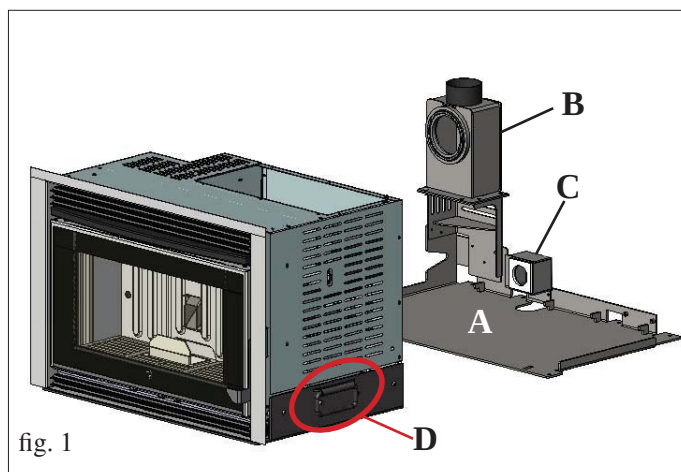

fig. 1
- Tras evaluar la posición correcta de la inserción, es necesario elevarla, utilizando las dos manillas situadas a los lados de la inserción (D - fig. 1), de la placa de base (A - fig. 1).